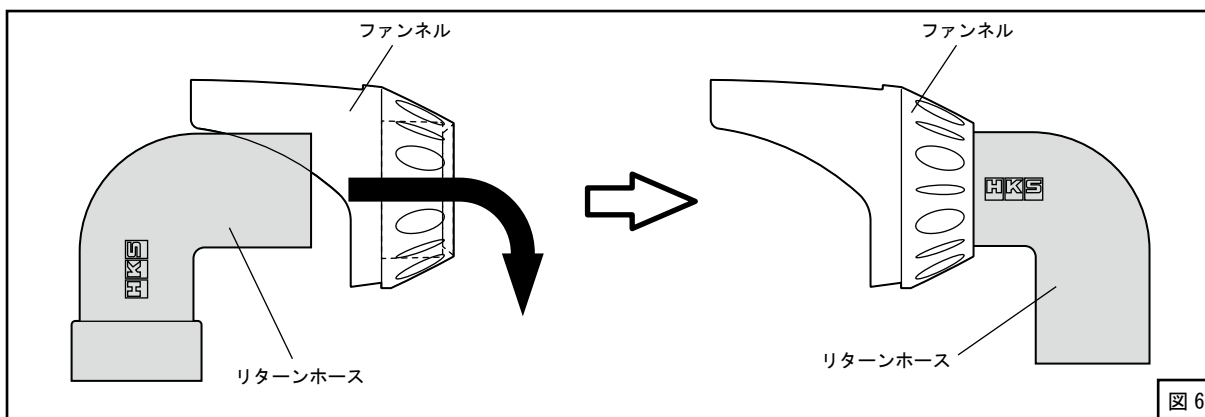

図 6
- (2) ファンネルにリターンホースを取付けてください。（図6）